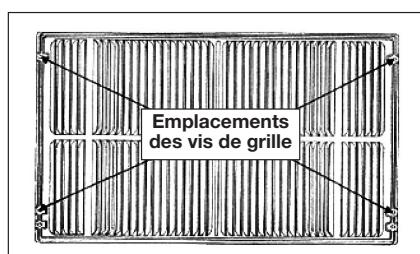

Fig. 4
4. Si l'appareil n'a pas été pré-percé (certains modèles), percez avec précaution des trous de 4 $\frac{1}{8}$ " dans la grille et dans le rebord latéral de l'appareil à environ 1 $\frac{1}{2}$ " à 2" du haut et du bas, comme indiqué sur les Fig. 4 et 5. Faites attention pour ne pas casser le tuyau en cuivre.